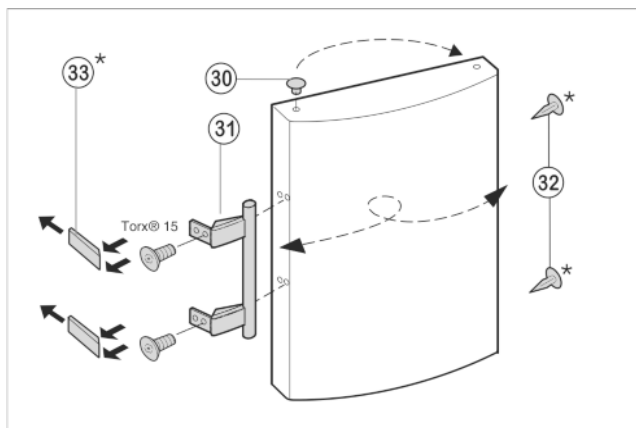

Fig. 10
- ▶ Estrarre il tappo Fig. 10 (30) dall'alloggiamento del supporto della porta e spostarlo.
- ▶ Smontare la maniglia della porta Fig. 10 (31), i tappi Fig. 10 (32) e le piastre di spinta Fig. 10 (33) e spostarli sul lato opposto.